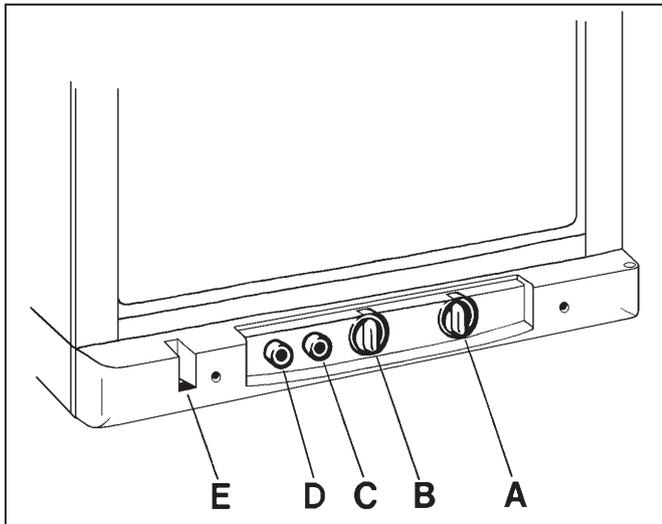

FIG. 1
Le réfrigérateur peut fonctionner sur secteur ou au gaz liquéfié. Pour passer de l'un à l'autre de ces modes d'alimentation, il convient de mettre les boutons de commande dans les positions indiquées par la fig. 1.
Les numéros de repérage renvoient à la fig. 1.
Les numéros de repérage renvoient à la fig.1. Une fois mis en marche, le réfrigérateur demande plusieurs heures pour atteindre la température désirée. La température du réfrigérateur est réglée par un thermostat, dont le bouton (B) doit être mis normalement sur 3-5. Si vous désirez une température plus basse, choisissez alors un chiffre plus élevé.